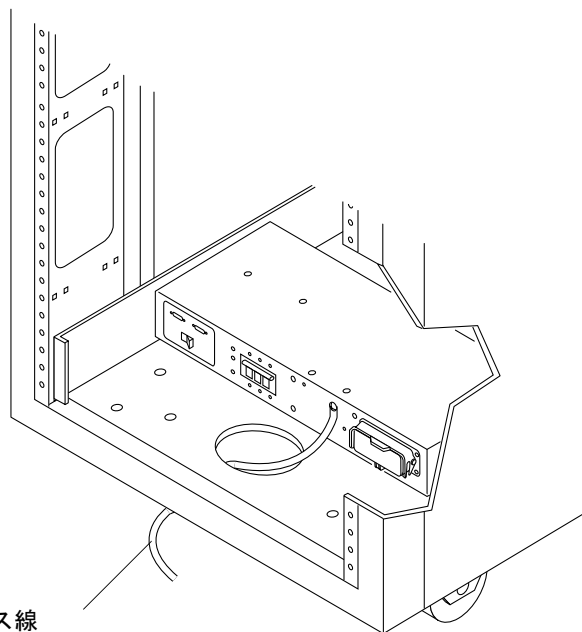

図 2-12 正面電源シーケンサへのアース線の接続
5. アース線の一端をキャビネットの正面電源シーケンサに接続します (図 2-12)。